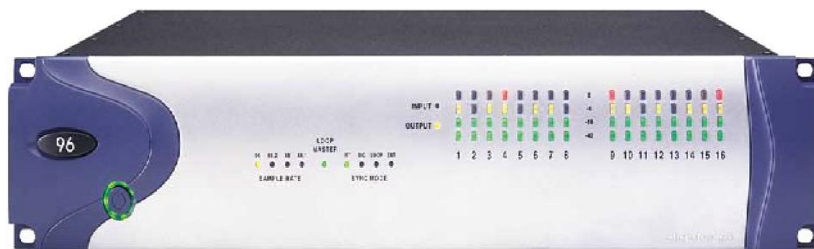

Figura 4.2 Interface 96I/O encendida
- Encender el ordenador. Al iniciar el ordenador, todos los diodos en anillo de las E/S HD deben pasar a ser de color verde. Se indica así que las interfaces de E/S HD están conectadas correctamente a las tarjetas HD o a otras interfaces de E/S del sistema como se ve en la figura 4.2.